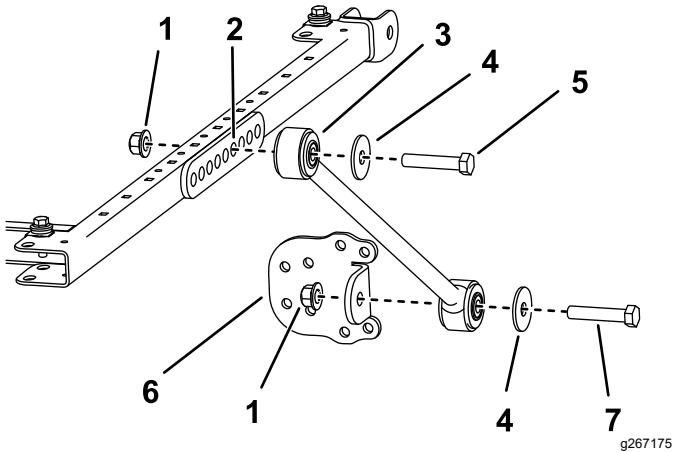

Figura 27
11. Em cada lado da estrutura do toldo, monte sem apertar completamente uma cinta no sexto furo da montagem do suporte usando um parafuso ($\frac{1}{2}$ pol. x $2\frac{3}{4}$ pol.), anilha ($\frac{1}{2}$ pol.) e porca flangeada ($\frac{1}{2}$ pol.), como se mostra na Figura 27.
12. Instale sem apertar completamente um suporte de cinta em cada cinta usando um parafuso (½ pol. x 2½ pol.), anilha (½ pol.) e uma porca flangeada (½ pol.), como se mostra na Figura 27.